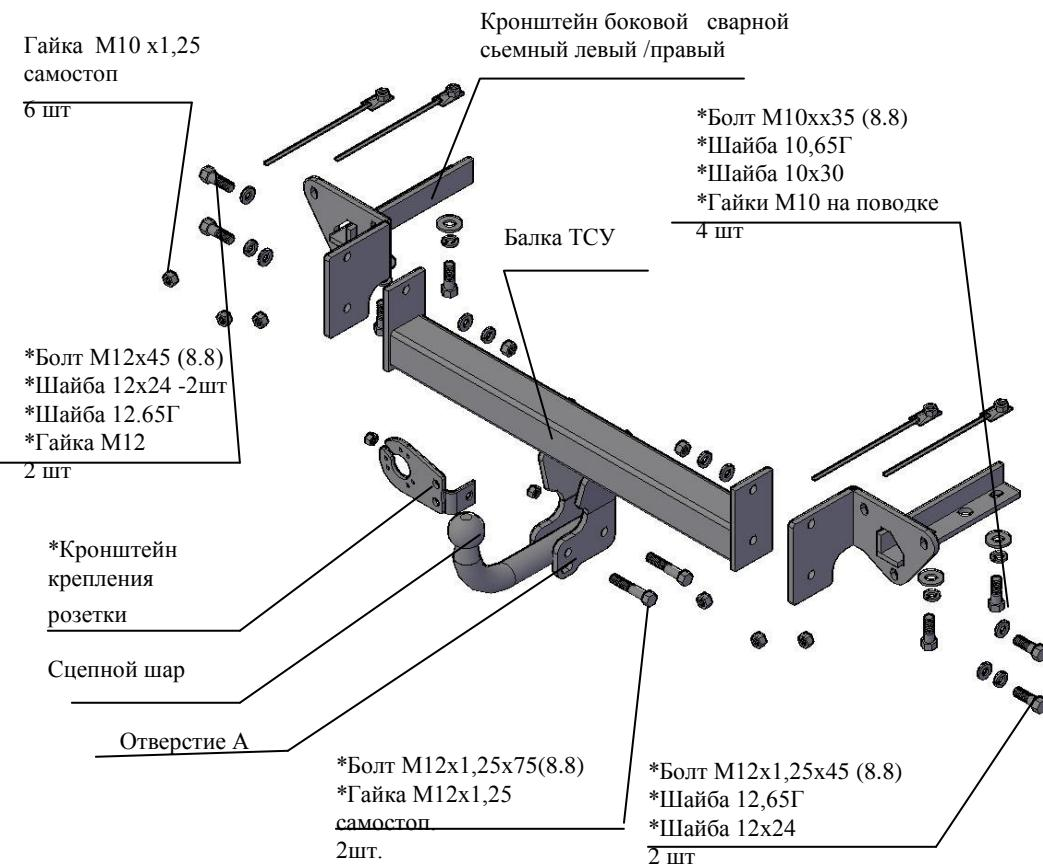

Рис.1 Тягово-сцепное устройство 8500 .
2.1 ТСУ 8500. в сборе (рис.1)	1 шт.
2.2 Пакет с комплектующими (см. рис.1)	1 шт.
4.2 Установить боковые сварные съемные кронштейны в лонжероны а/м (правый и левый соответственно рис.1), закрепить болтами M10х35, подложив под головки болтов шайбы 10,65Г и шайбы 10х30, используя гайки M10 на поводках, а к фартуку а/м закрепить гайками M10х1,25 самостоп, используя болты штатные. Крепеж не затягивать.